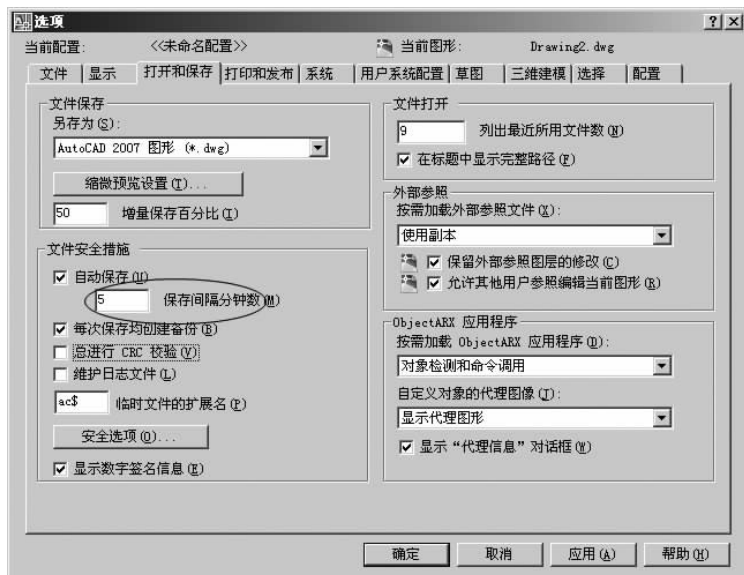

图 2-11 “选项”对话框
(1) 执行“工具”→“选项”命令,或在绘图区域内单击鼠标右键并在弹出的快捷菜单中选择“选项”命令,打开“选项”对话框。切换到“打开和保存”选项卡,如图 2-11 所示。